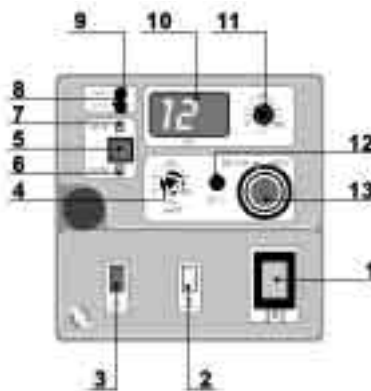

Fig. 26
10.4 - PB-PH PUMP CONTROLS (Fig. 26)